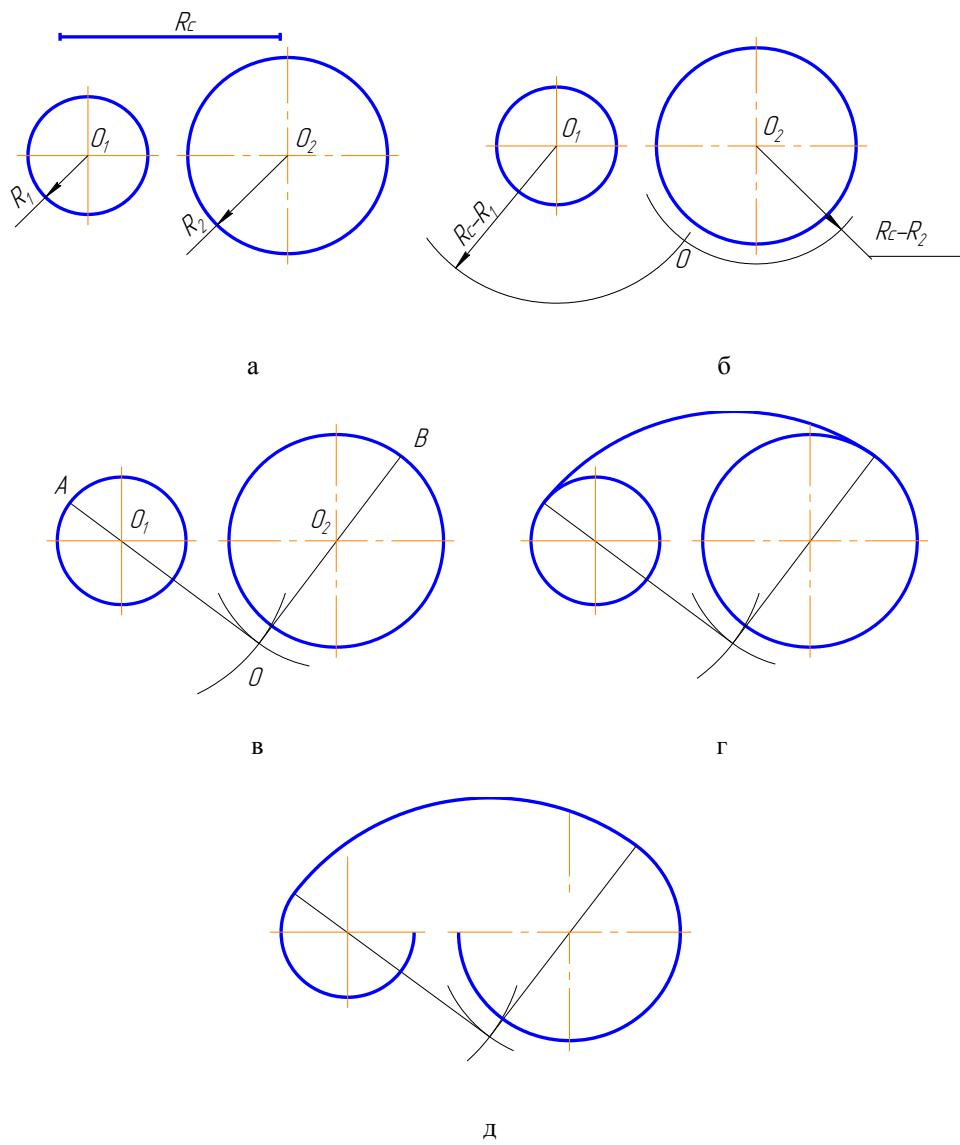

Рисунок 3.14 – Сопряжение окружностей внешней дугой:
Рассмотрим случай когда, заданные окружности находятся внутри сопрягающей дуги (внутреннее сопряжение) (рисунок 3.14).
1. Найти центр сопряжения O (рисунок 3.14 б). Для этого из O_1 и O_2 сделать засечки радиусами, равными разностям: $R_c - R_1; R_c - R_2$.
2. Определить точки сопряжения A и B (рисунок 3.14 в). Для этого необходимо соединить точку O с точками O_1 и O_2 и продолжить линию до пересечения с заданными окружностями: $OO_1A; OO_2B$.